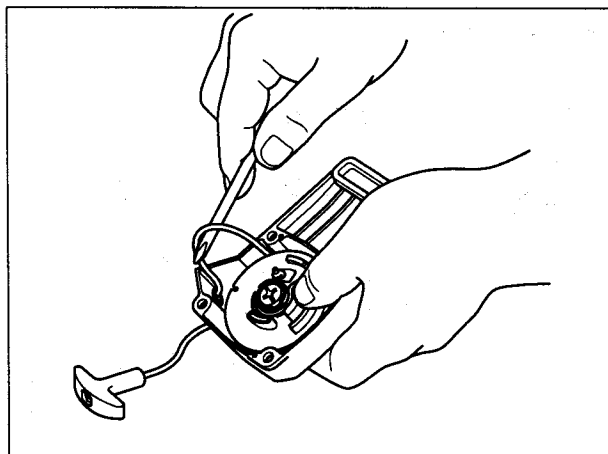

図1
- (1) リコイルスタータをエンジンから除外してください。
- (2) スタータノブを引き出し、リールの切欠き部がスタータロープの出口に来た所で、リールの回転部を図1の様に親指で押さえ、ドライバー等でスタータロープをリコイルスタータの内側に引き出します。次に切欠き部を利用して、親指でリールの回転を制御しながら矢印の方向に回転が止まるまで巻き戻してください。